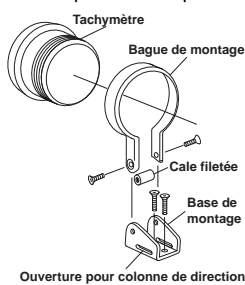

Figure 1
3. Utilisez la cale et les boulons fournis. Installez le tachymètre et la bague sur la base de montage (VOIR LA FIGURE 1).